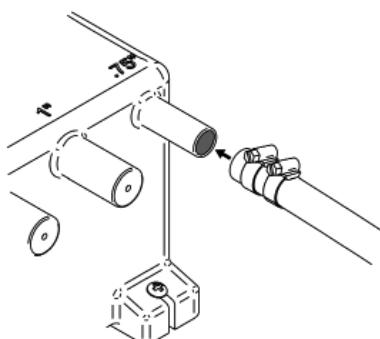

Abbildung 8 Sicherung des Schlauches am Tankanschluss
Schritt 5: Befestigen Sie alle Schläuche an den ausgewählten Anschlüsse mit geeigneten Schlauchschellen, wie in Abbildung 8 dargestellt. Stellen Sie sicher, dass keine Leckagen auftreten. Ziehen Sie die Schlauchschellen nicht zu fest an.